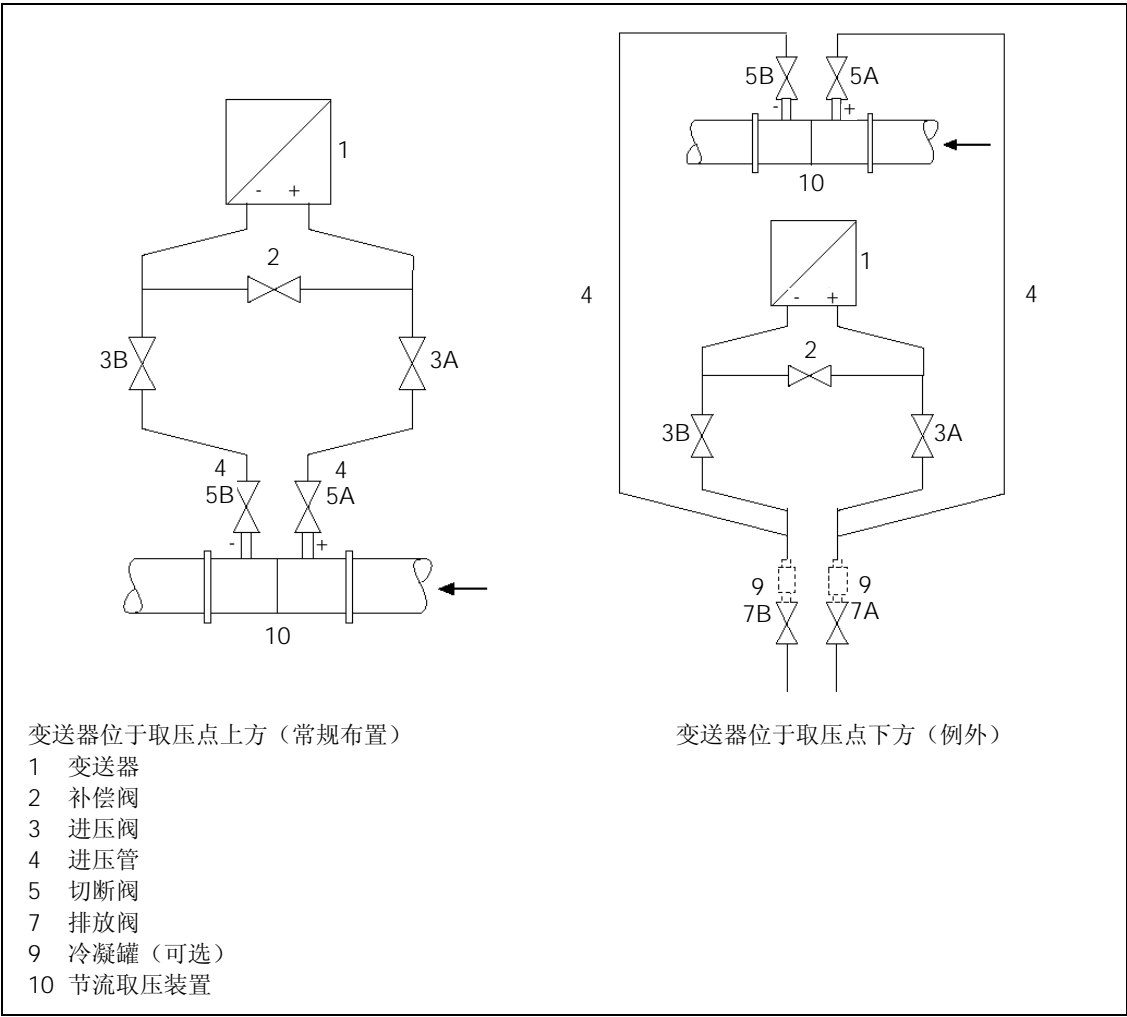

图 41 测量气体
1. 打开取压点处的两个切断阀（100 页，图 41 中的 5）。